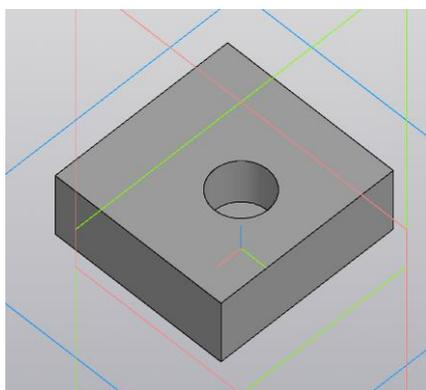

Рисунок 4.4 – Тело с отверстием с выдавленным цилиндром по отверстию
- Сечение. Здесь необходимо выбрать по какому эскизу будет происходить выдавливание. Причем, если в одном эскизе несколько несвязанных элементов, можно выбирать каждый из них по отдельности. Также можно выбрать несколько элементов из разных эскизов, или на самом элементе поверхность, которую необходимо выдавить, но при этом необходимо выбрать направляющий объект, которым может являться сама поверхность, на которой находится элемент (рисунок 4.4, 4.5):